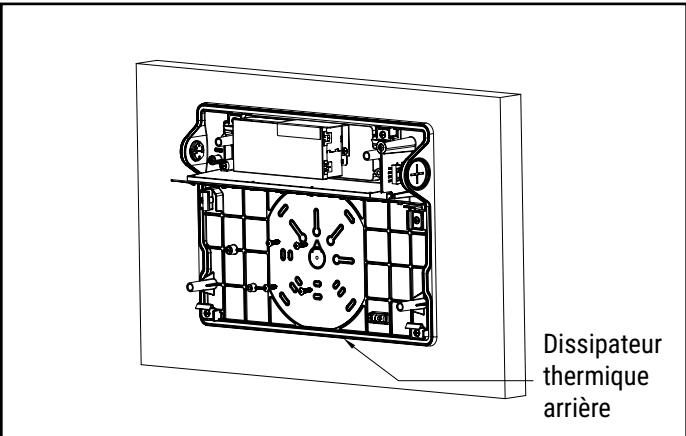

Figure 4
2. Faites passer les fils d'alimentation par le trou central du câble du dissipateur thermique arrière. Fixez le dissipateur thermique arrière à la surface de montage à l'aide de matériel de fixation adapté (fourni par un tiers), en veillant à ce que le joint soit parfaitement en contact avec la surface de montage. (Figures 4 et 5).